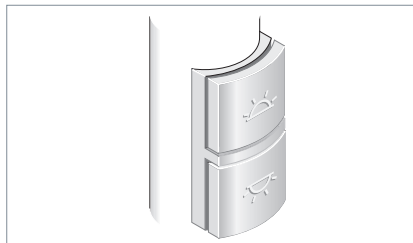

Fig. 12: Tasti.
- Premere il tasto superiore, vedi Fig. 12.
- Premere il tasto inferiore, vedi Fig. 12.
- Premere il tasto superiore e tenerlo premuto, vedi Fig. 12.
- Premere il tasto inferiore e tenerlo premuto, vedi Fig. 12.
- ▶ Tenere premuti contemporaneamente entrambi i tasti per 10 secondi, vedi Fig. 12.